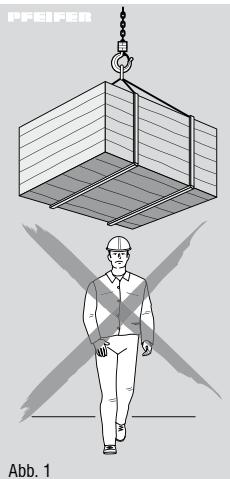
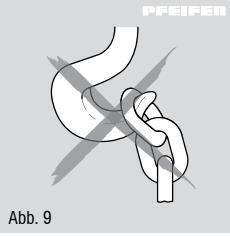

Abb. 1
Abb. 9
Schalthebel in Richtung Heben (auf/up), stellen und einrasten lassen. Mit Handhebel Pumpbewegungen ausführen. Wenn das Hebezeug unter Last steht, ohne dass damit gearbeitet wird, muss der Schalthebel in Stellung Heben (auf/up), verbleiben. Die Last stets in der Hakenmitte einhängen. Hakenspitze nicht belasten (Abb. 9).
- Hakenspitze nicht beladen (Abb. 9).
- In explosionsgefährdeter Umgebung (EX) ist der Einsatz verboten!
- Lasten dürfen nicht über Personen hinweg gehoben werden (Abb.1).